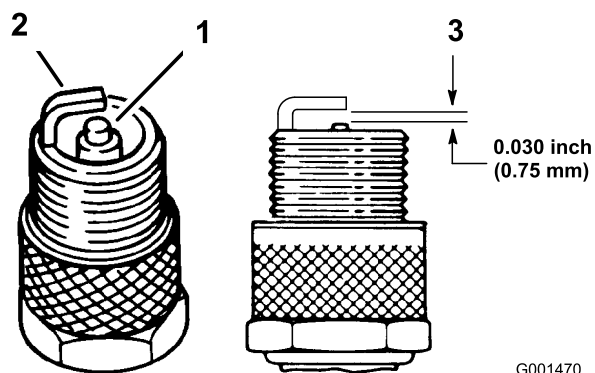

Figura 31
3. Controllate le condizioni degli elettrodi laterale e centrale, e dell'isolatore dell'elettrodo centrale, per accertare che non siano avariati (Figura 31).
4. Impostate la distanza tra il centro e il lato degli elettrodi a 0,762 mm (Figura 31).